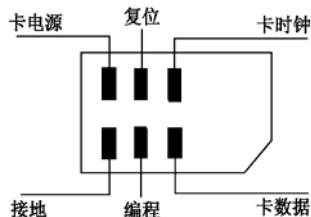

图 2-1-9 SIM 卡触点功能简图
(1) SIM 卡上包含所有属于本用户的信息,使用 GSM 标准移动台都要插入 SIM 卡,只有当处理异常的紧急呼叫时,可以在不用 SIM 卡的情况下操作移动台,如“112”。维修工作者可以在无卡的情况下,通过打“112”来判断手机发射是否正常。
(2) GSM 系统通过 SIM 卡识别移动电话用户, 实现了“认人不认机”构想。SIM 卡的应用使移动台并非固定地属于一个用户, 若手机将别人的 SIM 卡插进去打电话, 营业部门只收持卡人的电话费。
(3) SIM 卡的外形: 有大卡和小卡, 大卡尺寸 $54\text{mm} \times 84\text{mm}$ (约为名片大小), 小卡尺则为 $25\text{mm} \times 15\text{mm}$ (比普通邮票还要小), 其中大卡只有部分摩托罗拉手机中使用, 其他机型基本上都使用小卡。
(4) 个人识别码 (PIN 码) 是 SIM 卡内部的一个重要信息, 错误地输入 PIN 码, 将会导致“锁卡”现象。设置 PIN 码可防止 SIM 卡未经授权而被使用。若知道 SIM 卡密码可以解锁卡, 否则应回电信局解锁。在使用 PIN 码时要注意, 如果 3 次输错 PIN 码将锁卡, 要解锁则需输入帕克码 (PUK 码)。10 次输错 PUK 码将使 SIM 卡永久损坏, 所以在输错码造成锁卡后要回电信局解卡, 否则会造成 SIM 卡损坏。
(5) SIM 卡是带有微处理器的芯片, 包括 5 个模块: ①微处理器; ②程序存储器; ③工作存储器; ④数据存储器; ⑤串行通信单元。最少有 4 个端口: ①电源; ②时钟; ③数据; ④复位。
(6) SIM 卡触点功能如图 2-1-9 所示。
(7) SIM 卡的内容。